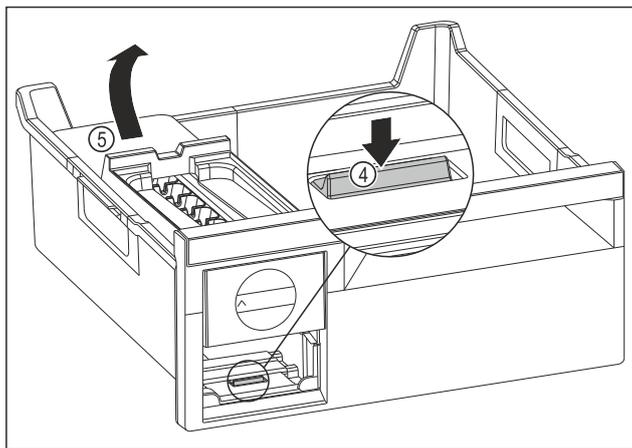

Fig. 141
- ▶ Estrarre il corpo dell'EasyTwist-Ice: Con un dito spingere la linguetta Fig. 141 (4) verso il basso e allo stesso tempo, con l'altra mano, sollevare il corpo dell' EasyTwist-Ice Fig. 141 (5) da dietro.